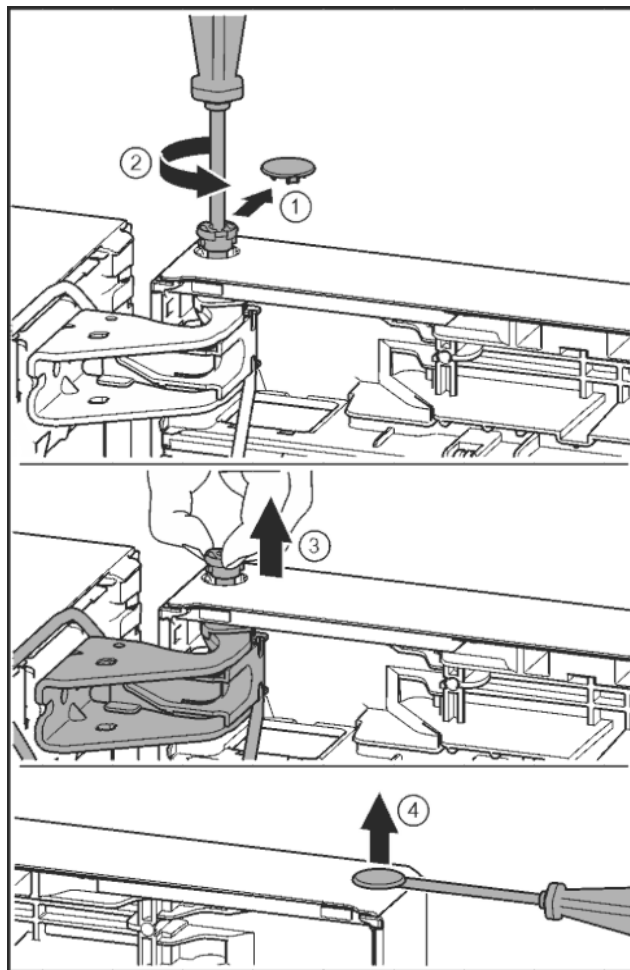

Fig. 21
- ▶ Осторожно снять предохранительную крышку. Fig. 21 (1)
- ▶ Немного выкрутить палец отверткой Т15. Fig. 21 (2)
- ▶ Удерживать дверь и вытянуть палец рукой. Fig. 21 (3)
- ▶ Осторожно приподнять шлицевой отверткой заглушку из опорной втулки двери и вынуть. Fig. 21 (4)